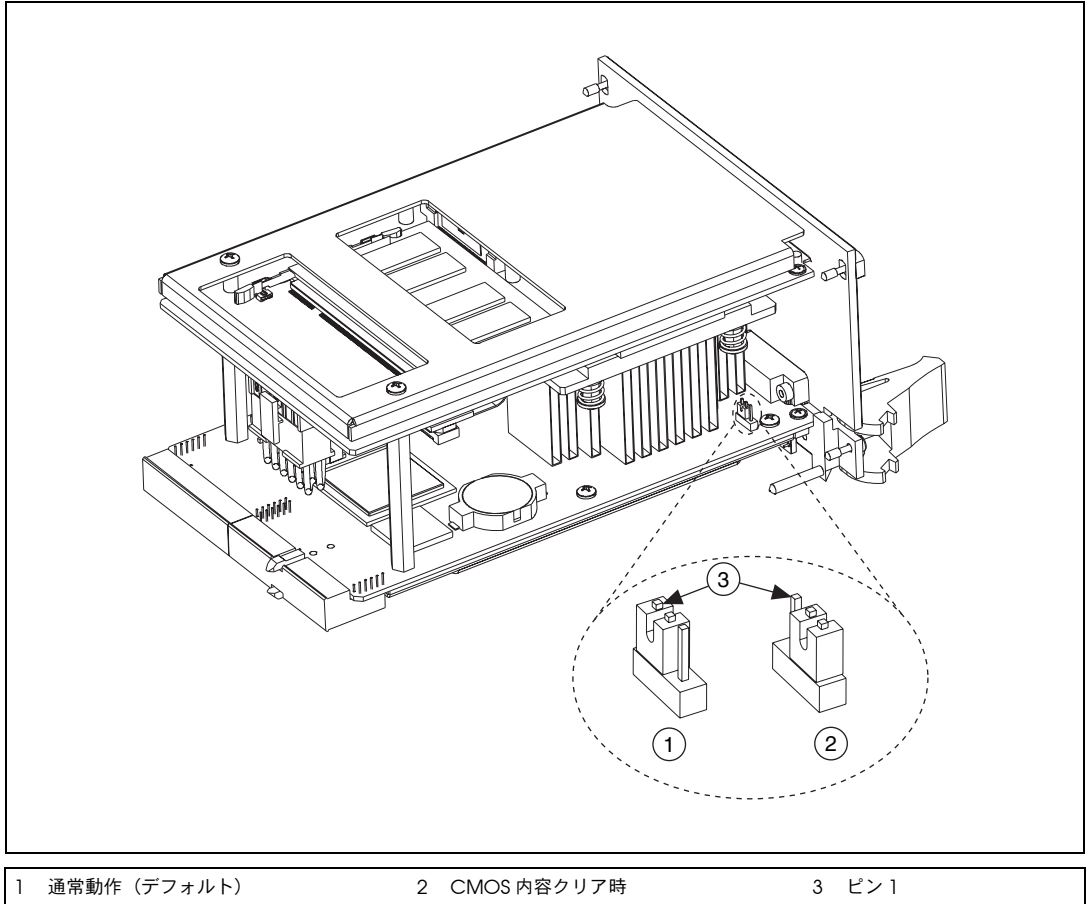

図 2-3 CMOS 内容をクリアする
3. 図 2-3 に示すように、W7 のジャンパをピン 1～2 からピン 2～3 に移動します。